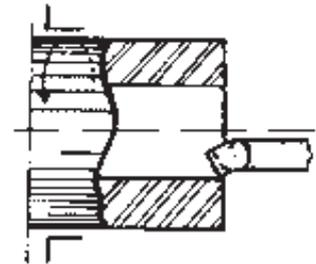

Fig. 5
a) Haga la herramienta penetrar en el agujero y desplácela transversalmente, hasta que el filo tome contacto con la pieza (Fig. 5)